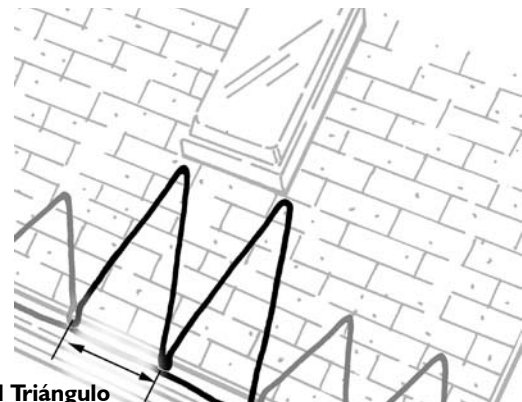

Figura 5. Diseño de los triángulos cerca de un tragaluz
- **Diseño para los tragaluces:** Las zonas de tragaluces con problemas son tratadas también con el “diseño de triángulos.” Sin embargo, la altura de los triángulos debe ser mayor que la de los del alero del techo. Aumente la altura de los triángulos hasta llegar a una línea de tejas (5 1/2 pulgadas [15 cm]) por debajo del tragaluz. La base se mantiene en 15 pulgadas (38 cm) (Véase la Figura 5).